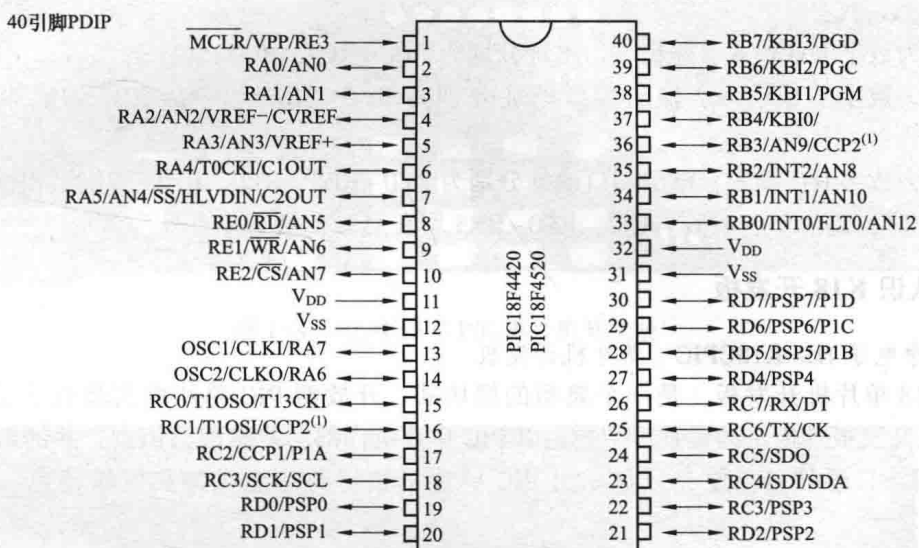

图 1-3 PIC18F4520DIP40 封装引脚图
(5) PIC18F4520DIP40 封装引脚图如图 1-3 所示。